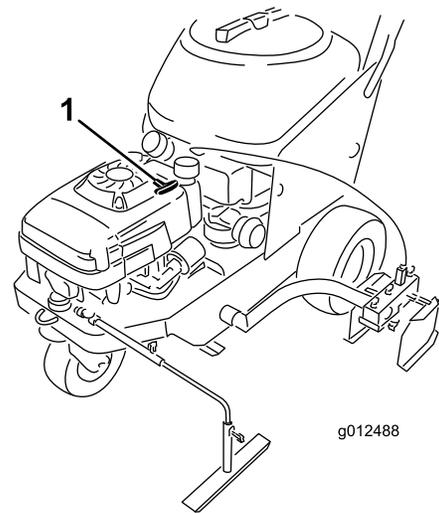

Figura 13
L'avviatore autoavvolgente (Figura 13) è situato sopra il motore. Tirate l'avviatore autoavvolgente per avviare il motore.
6. Tirate leggermente la maniglia di avviamento (Figura 13) fino ad avvertire una certa resistenza, quindi tiratela con forza. Lasciate che il cordino si riavvolga sul motore lentamente.